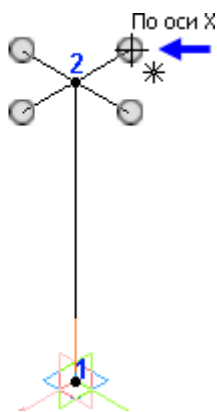

Рисунок 7.
- Для определения направления второго сегмента ломаной, укажите "кисточку", соответствующую отрицательному направлению оси X. Курсор должен находиться в режиме указания вершин  $\dagger_*$  (рис.7).